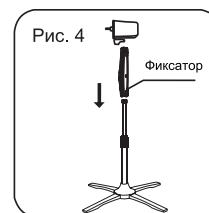

Рис. 4
- Ослабьте фиксатор (11), установите корпус (8) на штангу (12) и закрепите его фиксатором (11) (рис. 4).